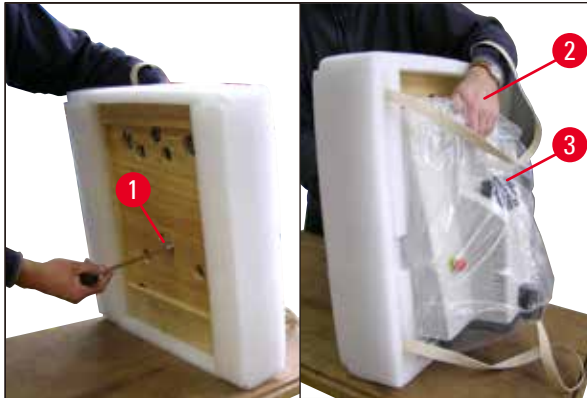

Fig. 5
- Basculez le microtome avec le socle (→ Fig. 5). Ce faisant, retenez le microtome par la cavité (→ Fig. 5-2) de la cuve à tampon ! NE JAMAIS soulever ou tenir l'appareil par la tête de découpe (→ Fig. 5-3) ! Dévissez la vis (→ Fig. 5-1) avec la clé pour vis à six pans creux de 8 mm fournie et retirez le socle.